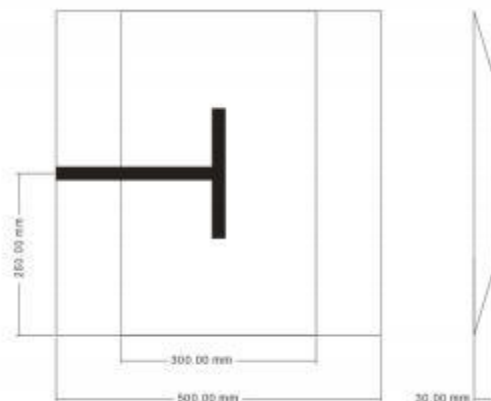

图 2 待命区尺寸 (mm)
3.1.3 场地上有一块长 500mm、宽 500mm 的待命区，具体尺寸参数参照图2 所示。该区域为机器人的唯一启动点与任务结束回归点。机器人要从待命区启动：机器人需完全置于待命区内（任何部分及地面投影不得超出待命区边界），按规则 6.3.3 的启动流程触发运行；完成任务后还要回到待命区：所有任务完成后，机器人必须返回待命区，且需满足 4.8.2 “回味无穷”任务的合规标准。